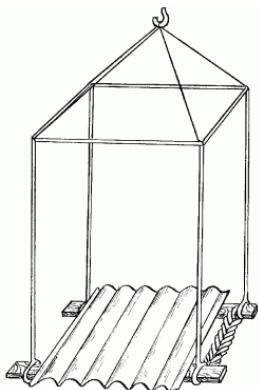

Рис. 10. Поддон для подачи асбестоцементных листов на кровлю.
*Домкрат* применяют для подъема тяжестей на небольшую высоту. При устройстве кровель, для подъема асбестоцементных листов можно использовать поддон для подачи на кровлю (рис. 10).